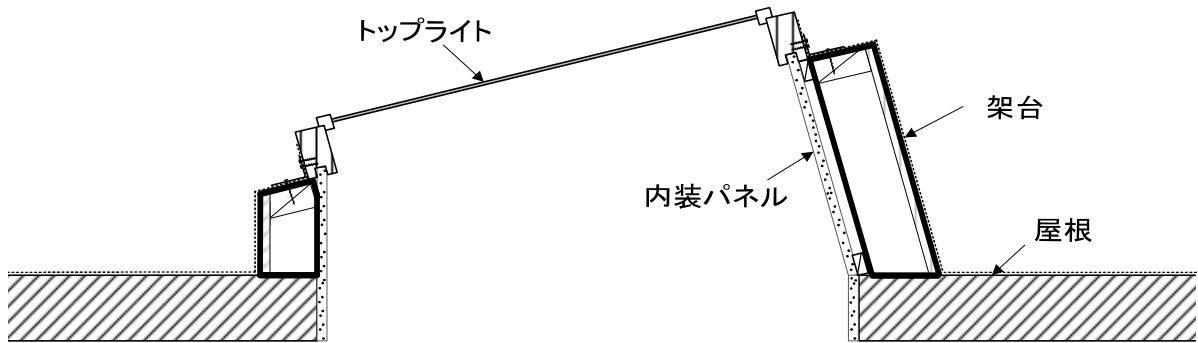

図4-トップライト（フラット屋根用架台設置タイプ）全体断面図
- ・フラット屋根面にトップライトを設置するための架台を有する。(図4)